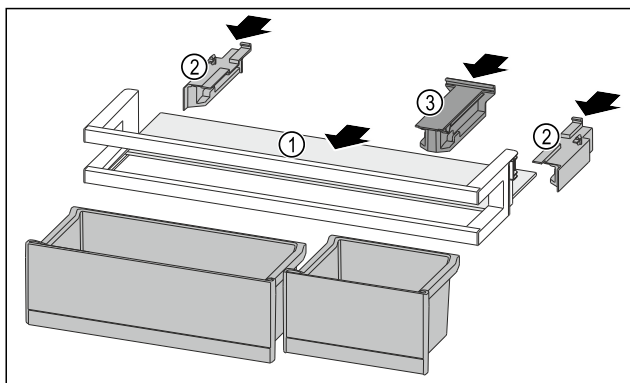

Fig. 242
- Inserire il ripiano Fig. 242 (1) negli incavi laterali.
- Inserire gli elementi laterali Fig. 242 (2).
- Inserire l'elemento di tenuta Fig. 242 (3).